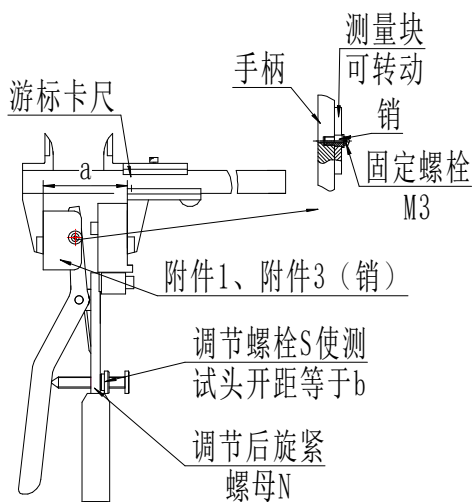
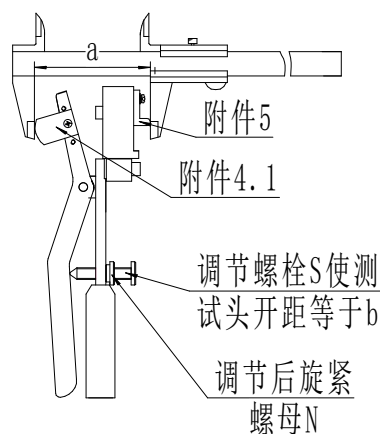
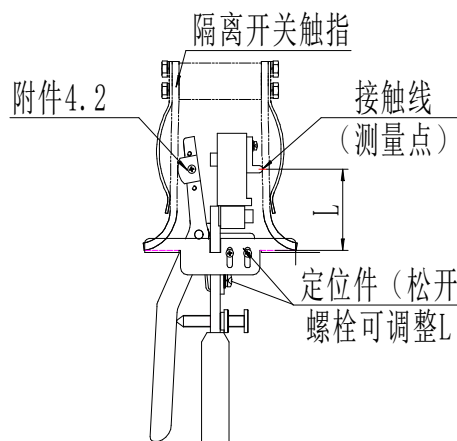
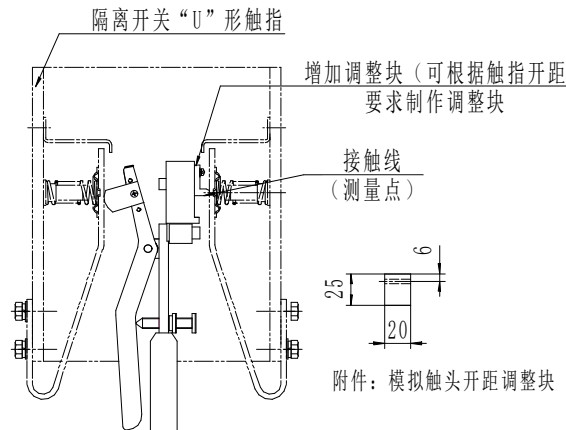

图 3 模拟触头宽度测量示意图
图 4 模拟触头宽度测量示意图
图8 转入式触头隔离开关压力测量示意图(如GW4、GW5系列)
图 9 转入式“U”形触头隔离开关压力测量示意图（如 GW7B-252）
4.1.2 根据触头宽度 b , 调整测试仪测试钳 (下面称之为模拟触头) 的宽度 a , (见图 3、图 4), 使 $a=b$;
4.1.3 图 3 是用于 GW16、GW22、GW6 等折叠式、剪刀式隔离开关模拟触头的调整方法, 拆除附件 4、附件 5, 装上附件 1、附件 3
4.1.4 图 4 是用于 GW4、GW5、GW7 等转入式隔离开关模拟触头的调整，装上附件 4.1（4.1 用于触头宽度 58-70mm 的刀闸，4.2 用于触头宽度 70-83mm 的刀闸），将卡尺锁定在 a 上，卡住模拟触头，再缓慢调节螺栓 S，调好后锁紧螺母 N。测量示意图见图 8、图 9。
4.4.4 图 8 是触头转入式隔离开关（GW4-40.5/126、GW5-40.5/126 等型号）触指压力测量示意图，为了测量准确和方便，可装配定位件 6，它能上下和前后定位。将测试头对准接触线后，调整固定定位件的螺栓，使触指尖到接触线的距离等于 L。
4.4.5 图 9 是触头转入式隔离开关（GW4-252、GW7-252 等型号）触指压力测量示意图，由于测量点触指端部较远，不能装配定位件。
一、转入式隔离开关触指接触压力的测量（如 GW4、GW5 型隔离开关），按图 8、9 要求更换测量附件
二、折臂式隔离开关触指压力的测量（如 GW16、GW17、GW22、GW23 型隔离开关，已挂静触头），按图 3、4 要求更换测量附件